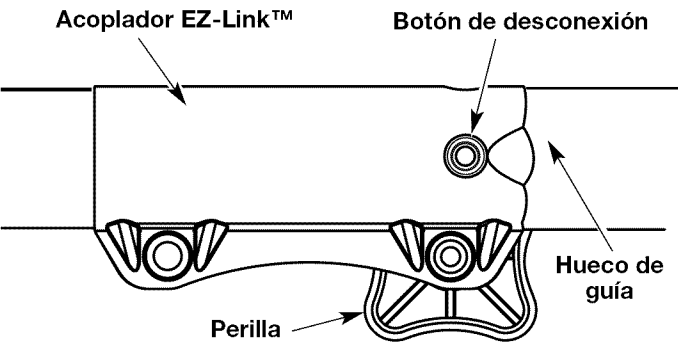

Fig. 16
1. Gire la perilla en sentido antihorario para aflojarla (Fig. 16).
2. Opima y sostenga el botón de desconexión (Fig. 16).
**NOTA:** La alineación del botón de desconexión con el hueco de guía facilitará la instalación (Fig. 16).